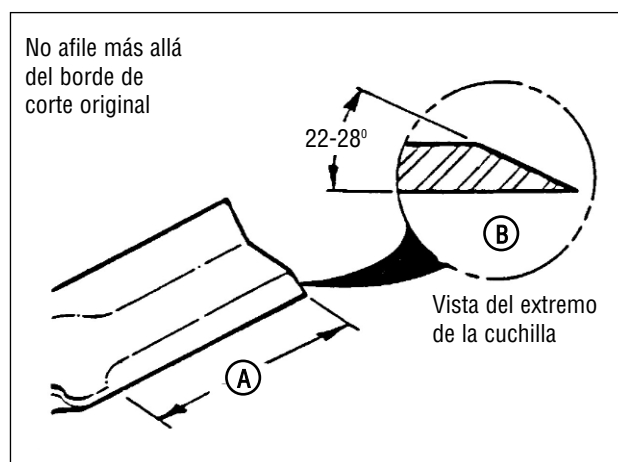

Figura 17: Afilado de la cuchilla del cortacésped
3. Desmonte la cuchilla (B, Figura 17).
4. Afile la cuchilla mediante una rueda de esmerilar en un ángulo de 22 a 28 grados (B, Figura 17). NO afile la cuchilla más allá del borde de corte original (A).